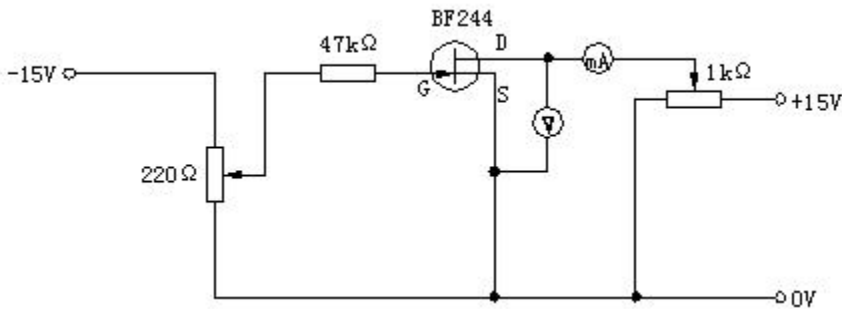

图 2-3
6. 将电路改接成如图 2-3 所示，当 $V_{GS}=0$ 时根据表 2-2 所给定的 V_{DS} 数值的大小，测出对应的 I_D 的数值，并填入表 2-2 内。